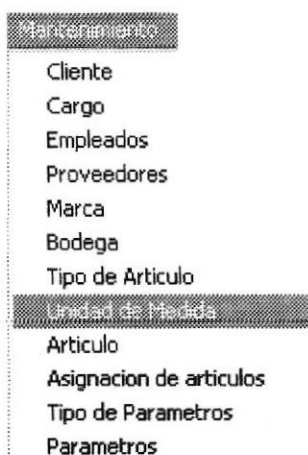

Figura 8.33. Seleccionando unidad de medida.
2. Seleccione la opción **<Unidad de Medida>** en el menú de Mantenimiento dando clic con el mouse como se muestra en la figura 8.33.